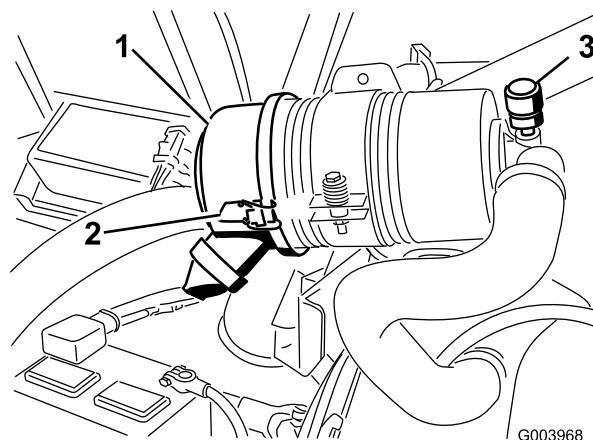

Figure 50
Faites l'entretien du filtre à air uniquement quand l'indicateur de colmatage (Figure 50) indique que cela est nécessaire. Changer le filtre à air prématurément ne fait qu'accroître le risque de contamination du moteur par des impuretés quand le filtre est déposé.
1. Desserrez les fixations qui maintiennent le couvercle sur le corps du filtre à air (Figure 50).